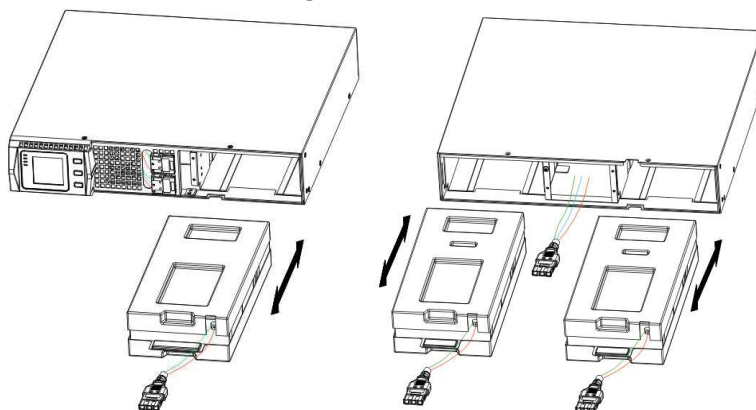

FIG.27 Rimozione del pacco batteria
4. Tenere a metà la nuova batteria e inserirla. Una volta installati il nuovo pacco batteria, assicurarsi che sia completamente inserito nello chassis come mostra la fig 27.